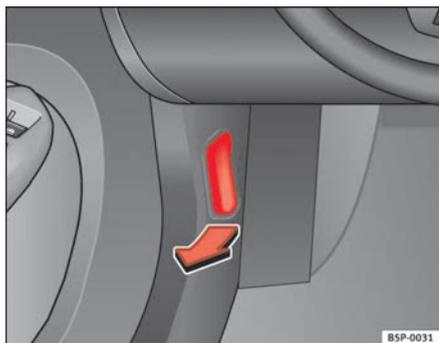

Fig. 141 Détail du plancher côté conducteur : levier de déverrouillage du capot-moteur
- Tirez sur le levier qui se trouve sous le combiné d'instruments ⇒ fig. 141 dans le sens indiqué par la flèche. Le capot se débloque grâce à l'action du ressort ⇒ ⚠.